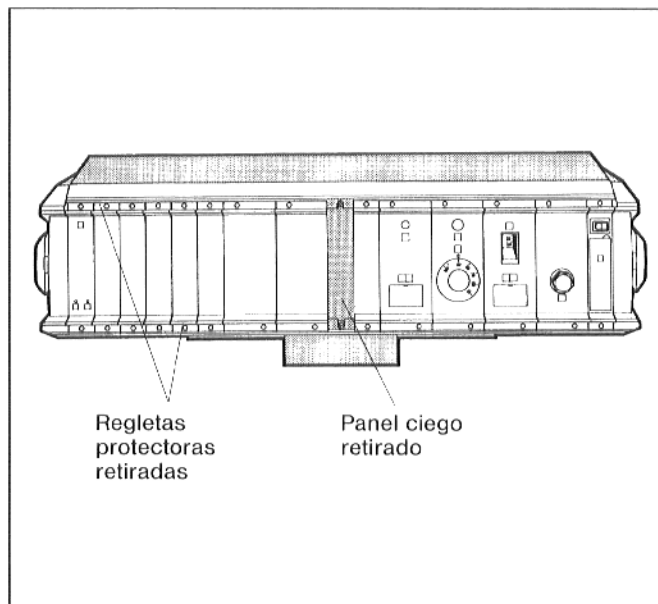

Fig. 1: Aparato de regulación Lado delantero
- Retirar las regletas protectoras (fig. 1).
- Retirar el panel ciego (fig. 1).